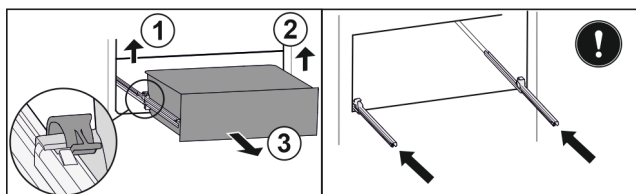

Fig. 149
- Zvedněte levou svorku a současně vytáhněte zásuvku vlevo dopředu. Fig. 149 (1)
- Zvedněte pravou svorku a současně vytáhněte zásuvku vpravo dopředu. Fig. 149 (2)
- Vyjměte zásuvku dopředu. Fig. 149 (3)